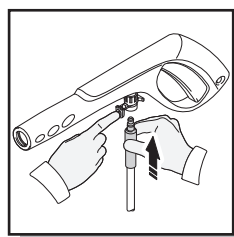

Fig. 4
- Conecte el otro fin de la manga alta de la presión al fusil del rocío insertando el latón punta metálica de la manga alta de la presión en el accesorio sólo adelante del guardia de disparador. Cerrará en el fusil de rocío con un “clic” (Fig. 4). Confirme la manga es cerrada en el fusil de rocío tirando ligeramente en la manga. La manga ahora es conectada firmemente al fusil del rocío.